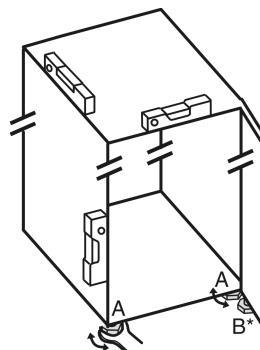

Fig. 5
- ▶ 用随附的开口扳手将垫脚 Fig. 5 (A) 借助水平仪旋出,直至稳固、平坦对齐冰箱。
- ▶ 使用随附的开口扳手旋出托架上的垫脚 Fig. 5 (B),直至垫脚平置于地板。
- ▶ 将垫脚 Fig. 5 (B) 继续旋转 90°。